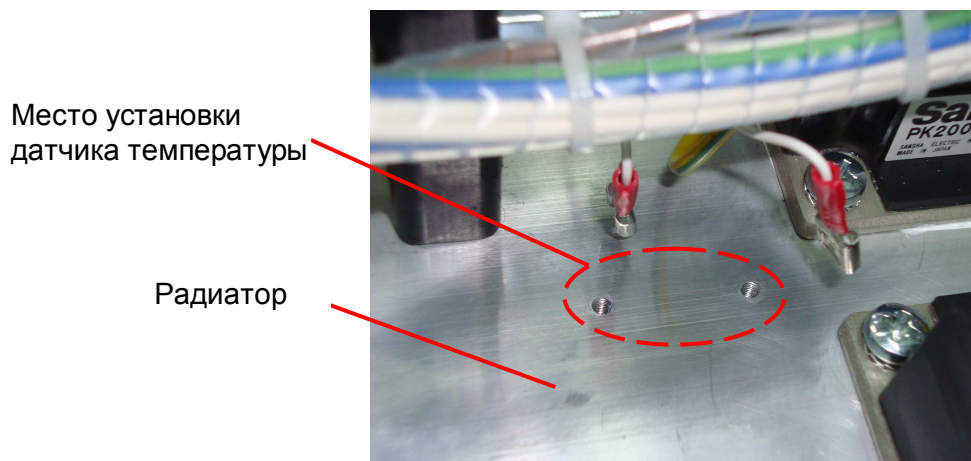

Рис. 7.10
7.4.1. Протереть радиатор в месте установки датчика температуры салфеткой, смоченной СБС (рис. 7.10).